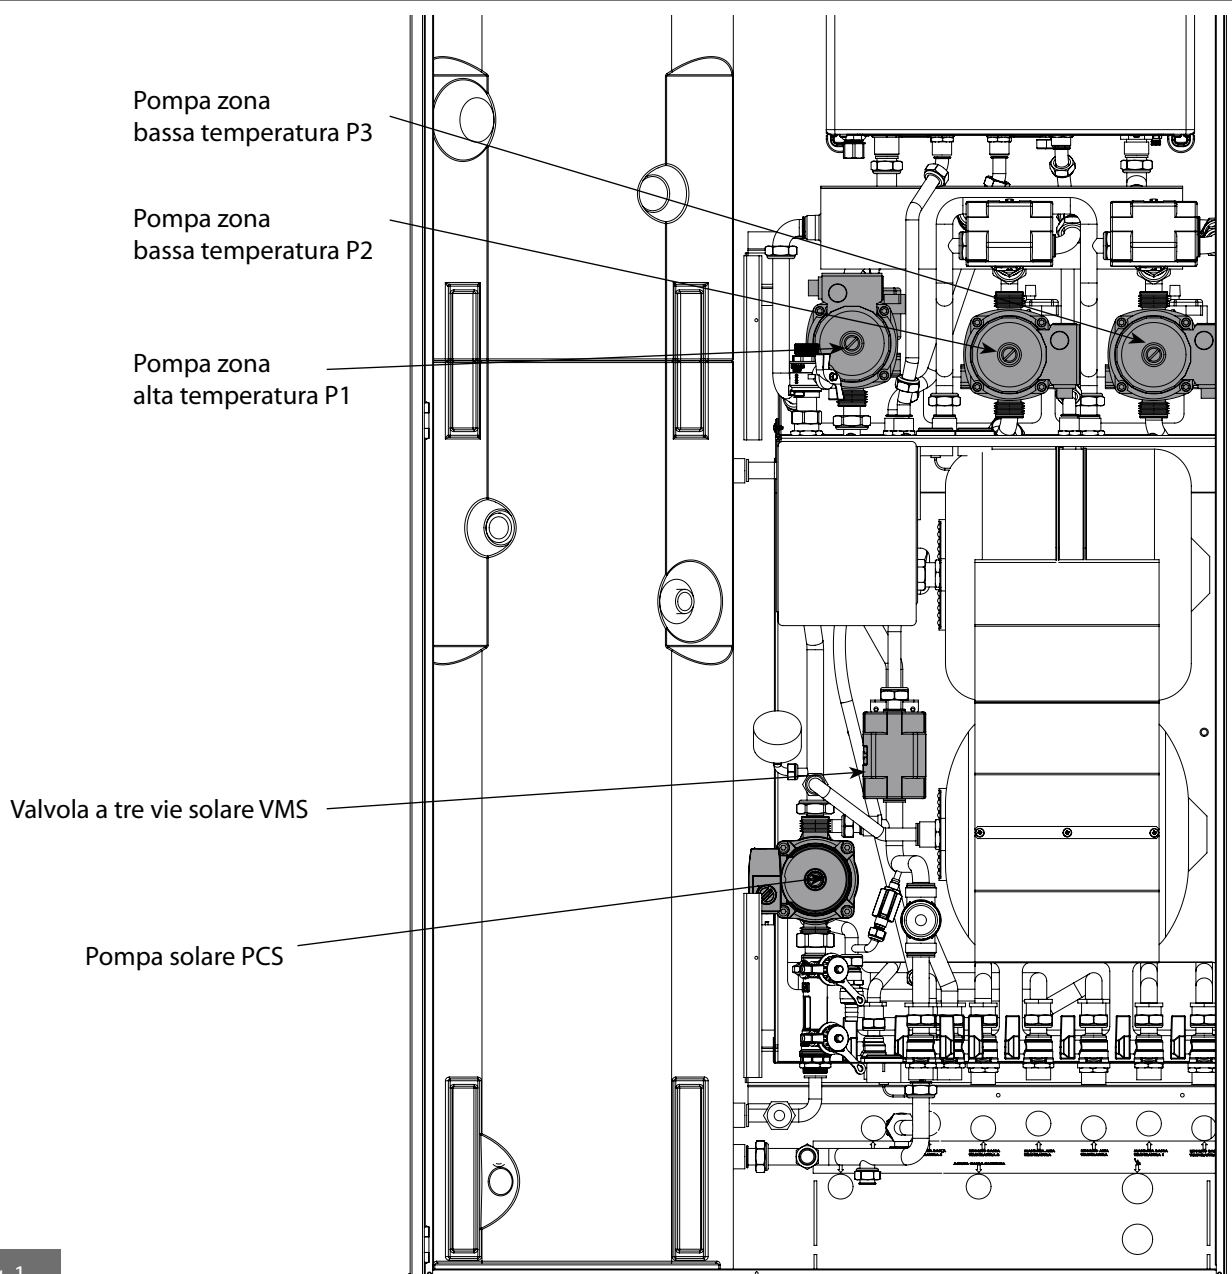

fig. 1
- Collegare i cablaggi della pompa solare PCS e della valvola a tre vie VMS (già collegati al quadro elettrico della caldaia) (fig. 1 e 2);
- Collegare la pompa della zona di alta temperatura P1 al morsetto 9-11 del quadro elettrico della caldaia (fig. 1 e 2).